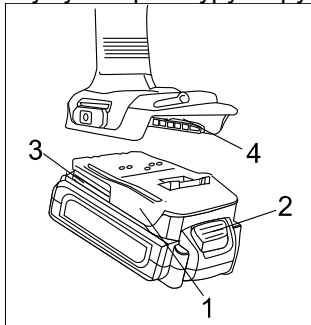

Рис.1
Натисніть на кнопку блокування аккумулятора (2) та витягніть аккумулятор (1) до від'єднання батареї. (Рис.1)